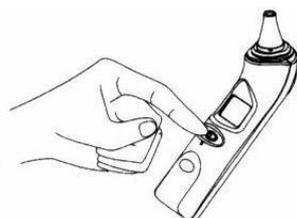

Figure 6.20
5. Appuyez sur la touche «Alimentation / Mémoire »(voir figure 6.20).